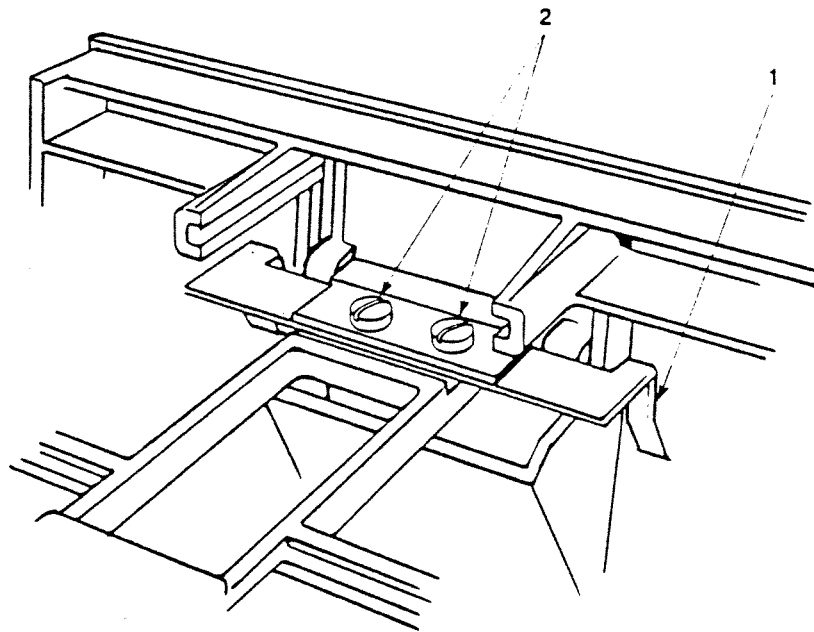

ABBILDUNG 7
4. Setzen Sie die neue Tür ein; beachten Sie dabei die Position der Klappenführungsschienen (Abbildung 7,#1) und ziehen Sie die Schraube an, um die Klappe festzuhalten.
7. Schließen Sie die Klappe des Laufwerks vorsichtig und beobachten Sie dabei die zwei Führungsschienen (Abbildung 7,#1), die sichtbar sind, wenn Sie von der Rückseite des Laufwerks nach vorne schauen. Das Werkzeug muß sich frei an den Führungsschienen vorbeibewegen und darf nicht klemmen.